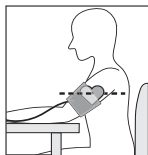

Рис.3
1. Сядьте у стола так, чтобы во время измерения артериального давления Ваша рука лежала на его поверхности. Удостоверьтесь, что место наложения манжеты на плече находится приблизительно на одном уровне, что и сердце, и что рука свободно лежит на столе и не двигается (рис.3).